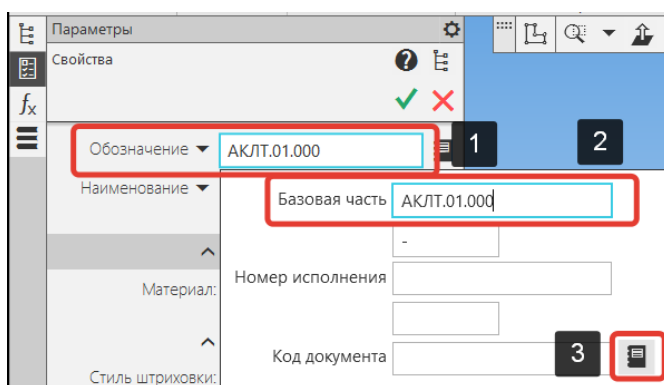

Рисунок 297 - Код документа
- Заполним для окна Обозначение (1) базовую часть (2) (Рисунок 297);
- Код документа можно ввести с клавиатуры или выбрать из списка кодов (3) (Рисунок 297);